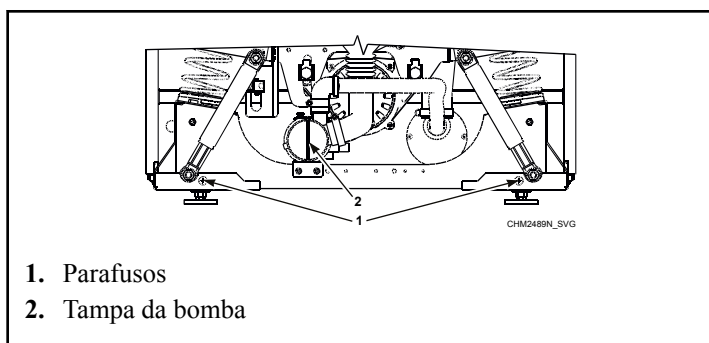

Figura 62
- c. Desaperte os parafusos e remova o painel frontal da máquina. Consulte *Figura 62*.